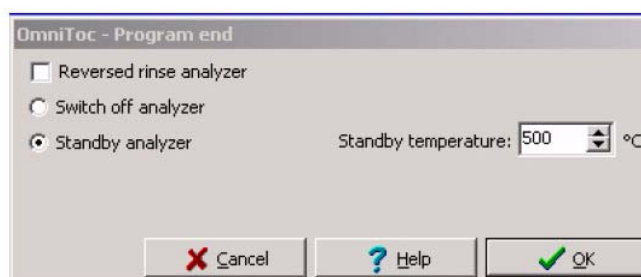

图33 OmniToc关闭和待机
- 当OmniToc关闭之后，可以切断电源（图33）。
注意：如果测试仪上连有自动进样器，可以在**Exit>Program End**（退出>结束程序）窗口选择**Reversed rinse analyzer**（反冲洗测试仪）从而在测试仪关闭之前将其激活（图33）。于是冲洗液容器中的溶液（HCl）会自动冲洗自动进样器。